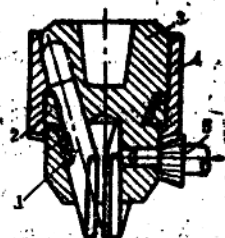

图9-5 钻夹头
3. 钻夹具 钻头通过钻夹具与钻床、手电钻等钻孔设备或工具相联接。常用的钻夹具具有钻夹头和钻头套两种。钻夹头（图9-5）用来装夹13mm以下的直柄钻头；钻头套（图1-6a）用来装夹锥柄钻头，应当根据钻头柄部的莫氏号数选用相应的钻头套。钻头套的拆卸方法（图9-6b）是利用斜口铁的斜面将钻头从钻头套中顶出。